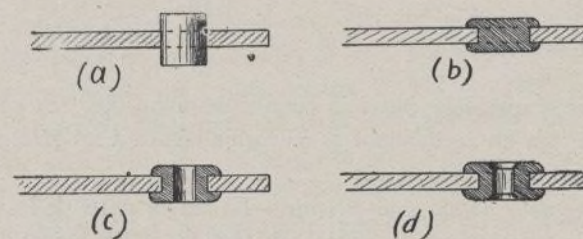

Fig. 211
*Modo de colocar un roblón tubular en un herraje.*—Se corta un trozo de varilla de cobre de modo que su longitud sea igual a 3 ó 4 veces el espesor de la chapa y se introduce en el taladro (debe entrar a rozamiento fuerte), debiendo sobresalir igualmente por ambas caras (fig. 211 a). Hecho esto se coloca sobre el yunque y, en frío, se remacha el trozo de varilla de cobre (fig. 211 b). Con la broca se practica el tala-
dro por el que debe pasar la cuerda de piano (fig. 211 c) y, por fin, con un avellanador se da forma cónica a los extremos del taladro (fig. 211 d).